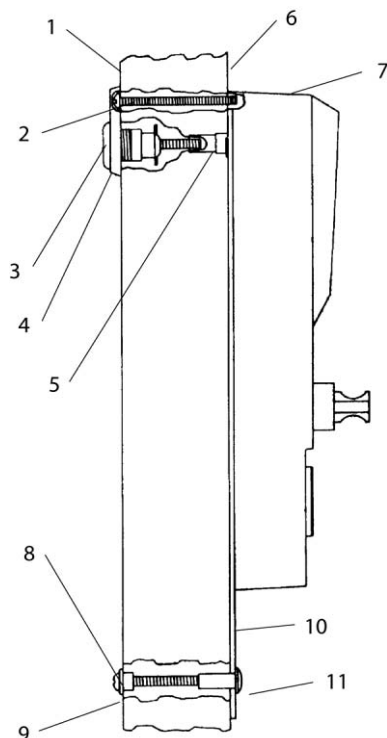

Рис. 8.19. Замок Simplex серии 3000, установленный на двери:
3. С помощью ключа вкручивать блок контрольного замка во втулку смены кода (рис. 8.19) до тех пор, пока декоративная накладка не будет точно установлена в обвязке. Ключ можно извлечь только тогда, когда он находится в вертикальном или горизонтальном положении. Перед закрыванием двери нужно проверить все функции замка.